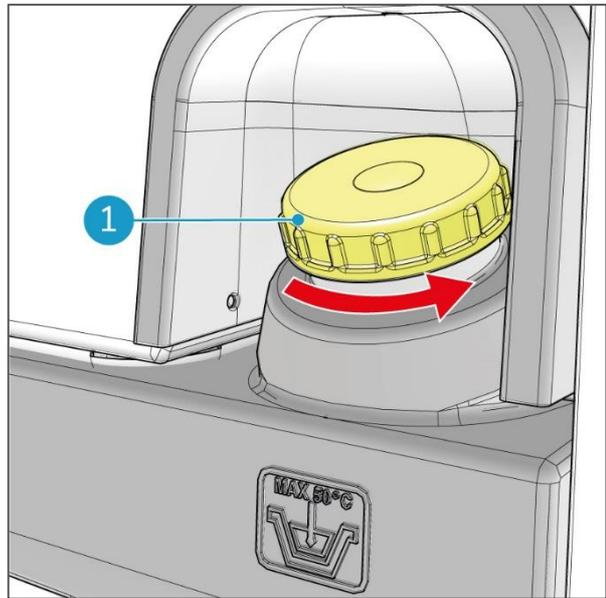

Figure 19
1. Retirez le bouchon de remplissage jaune (Figure 19, pos. 1).